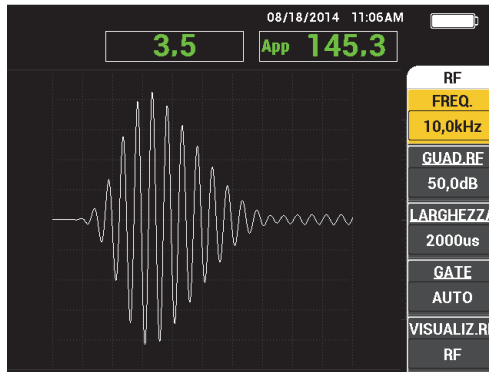

Figura 5-4 Il menu principale T-R (RF)
I seguenti parametri possono essere regolati nel menu principale T-R (RF) [vedere Figura 5-4 a pagina 87]: